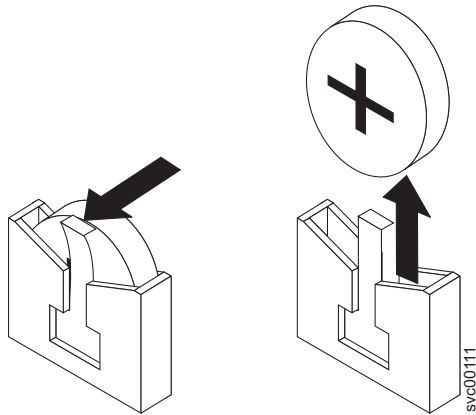

図 56. CMOS バッテリー・ホルダー
- a. 1 本の指で、バッテリーをハウジングに保護しているリテーナー・タブを引きます。258 ページの図 56 を参照してください。